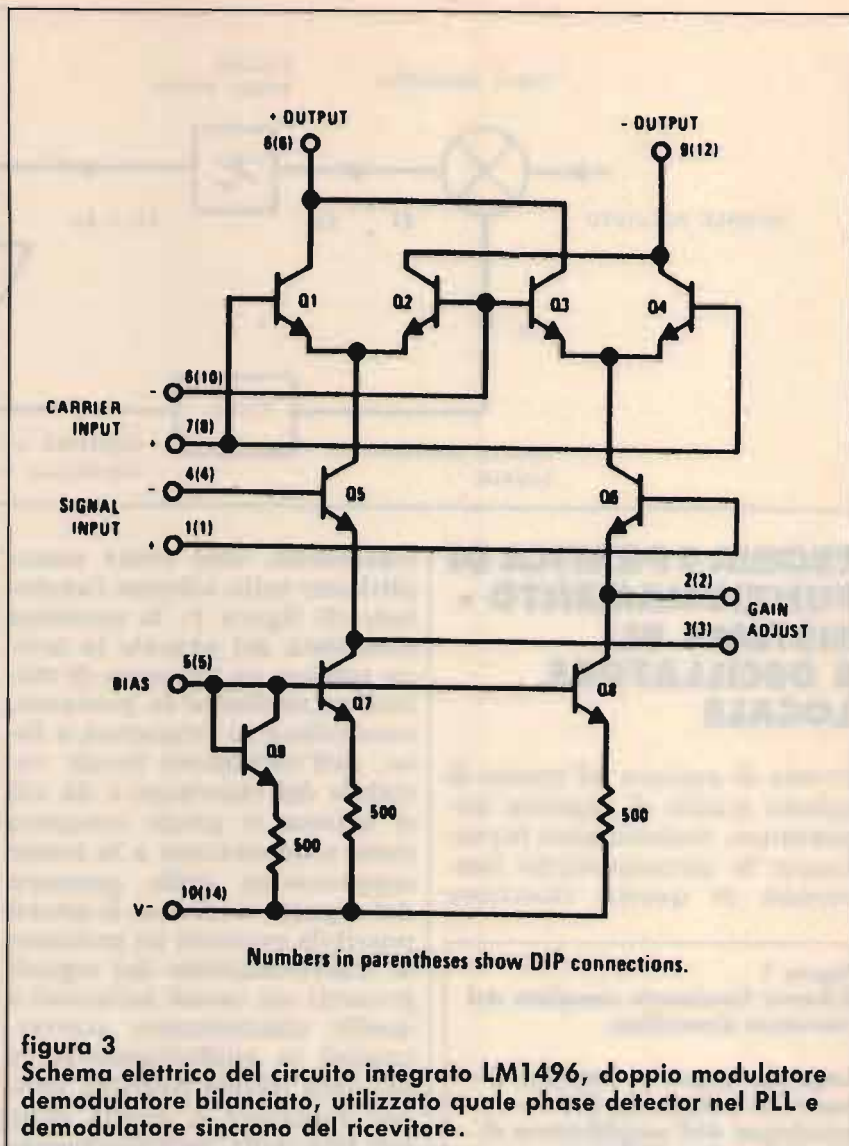

figura 3
li è senza dubbio quello che sfrutta le funzioni del modulatore-demodulatore bilanciato e più esattamente quelle del circuito integrato LM(MC) 1496, illustrato nella figura 3. Si tratta di un **doppio modulatore-demodulatore bilanciato** che produce, in uscita, una tensione proporzionale al prodotto tra una tensione in entrata (segnale in arrivo) e un segnale di commutazione (portante dell'oscillatore locale), esemplificato dal circuito base del rivelatore a commutazione presentato nella puntata precedente. Può quindi essere agevolmente sfruttato quale **elemento comparatore della fase di due segnali presenti in entrata**, ovvero del segnale ricevuto (signal input) e della portante dell'oscillatore locale del ricevitore (carrier input), che definiremo rispettivamente con "f1" e "f2". All'uscita del comparatore sarà così presente una forma d'onda complessa, **contenente le frequenze equivalenti alla somma e alla differenza tra le frequenze dei due segnali in entrata** ($f_1 + f_2$). Mediante un filtro passa-basso verrà eliminata la frequenza equivalente alla somma tra le frequenze dei due segnali, ottenendo così **solamente la frequenza equivalente alla differenza** tra quelle dei due segnali in entrata ($f_1 - f_2$). Qualora la differenza di frequenza tra quelle dei due segnali (segnale ricevuto e portante dell'oscillatore locale) in entrata risultasse molto piccola, si verificherà una conseguente variazione della tensione in uscita che, da un **potenziale positivo, raggiungerà il valore di zero e un successivo potenziale negativo, ripetendo nuovamente tale ciclo che può essere paragonato al mutare del valore istantaneo della fase relativa ai due segnali e che assumerà rispettivamente la condizione di sincronismo, di quadratura, di fuori fase e così via**. Se la tensione variabile
tura è quella di pilotare il demodulatore 1496 che, grazie a questa sua possibilità operativa, aiuta a garantire la simmetria d'aggancio nel loop; della funzione generica del phase detector abbiamo trattato pocanzi, vediamo ora di riassumere le funzioni proprie del 1496 avvalendoci dell'analisi dello schema elettrico di questo circuito integrato, illustrato nella figura 3. Il segnale in arrivo viene applicato alle basi dei due transistor Q_5-Q_6 , connessi a due separate sorgenti a corrente costante ad alta impedenza dinamica, costituite dai transistor Q_7-Q_8 ; ciò consente di ottenere il guadagno di conversione e la possibilità di controllare il bilanciamento interno, mediante una resistenza esterna (fissa o variabile) connessa ai terminali "gain adjust" e normalmente molto bassa rispetto all'impedenza delle due sorgenti a corrente costante ma ele-